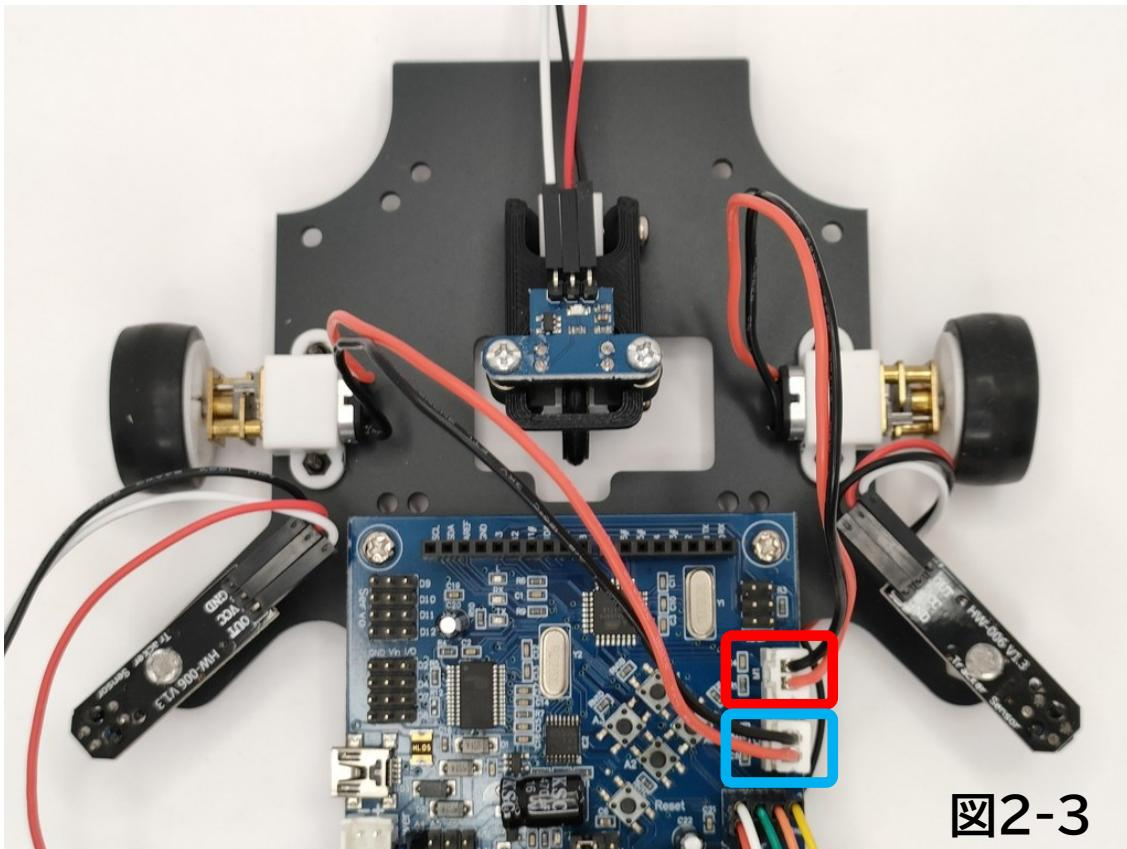

図2-3
②. 「Studuino」版 の組み立て方法
2. 図2-3のように「右N20モーター」を青い枠で囲った箇所に、「左N20モーター」を赤い枠で囲った箇所に接続します。